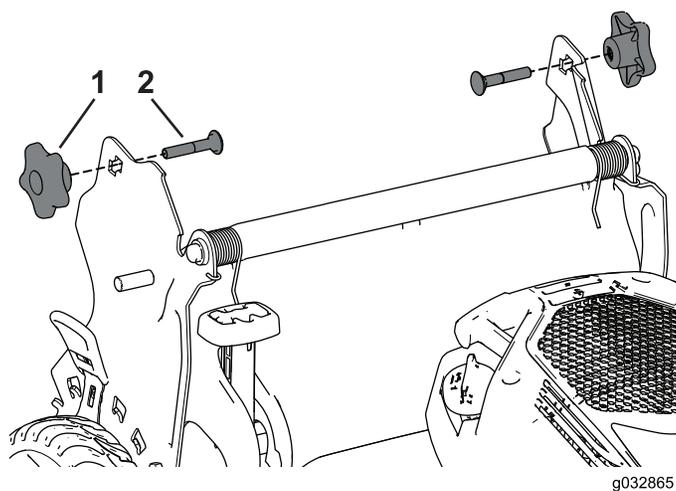

Figura 28
3. Insira um parafuso de carroçaria (com a cabeça do parafuso voltada para dentro) no suporte do manípulo e o orifício superior na extremidade do manípulo. Certifique-se de que as extremidades quadradas de cada parafuso de carroçaria encaixam no orifício quadrado superior ou inferior no seu suporte do manípulo correspondente (Figura 28).